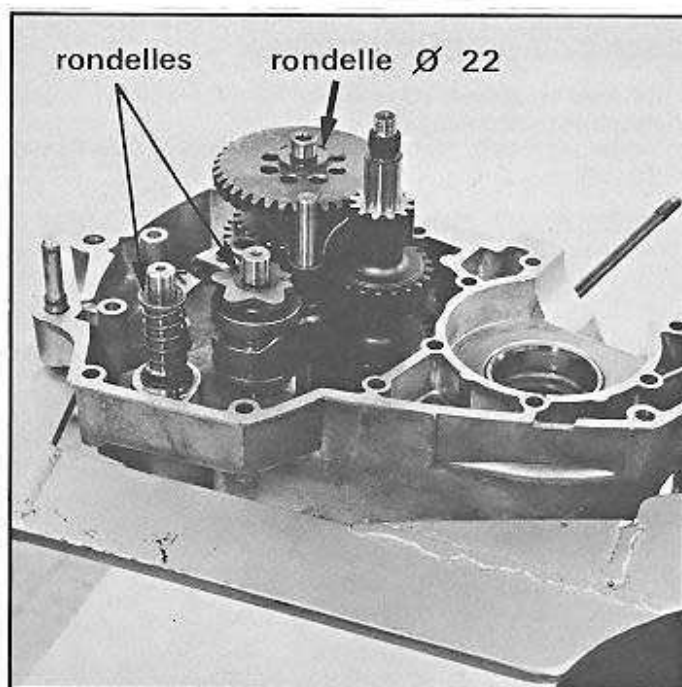

Fig. 54
- Mettre en place, de suite, les rondelles: celles, diamètre extérieur 22, sur l'axe de pignon de 1^{re} et les deux autres, sur les axes du mécanisme de sélecteur (fig. 54).